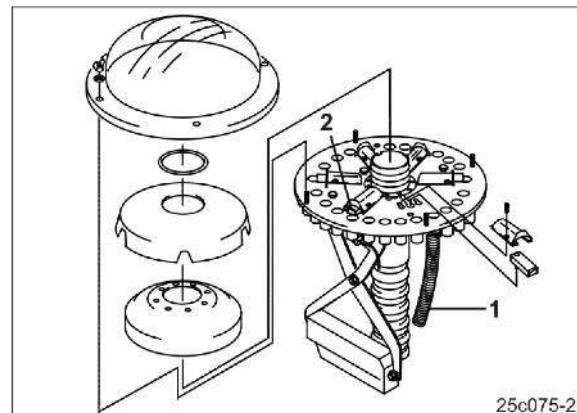

Рис. 123
- Семяпроводы (Рис. 123/1) сошников техноколеи должны быть закреплены на тех выпускных отверстиях, которые могут закрываться при помощи заслонок (Рис. 123/2).
Для создания двух колей в распределительной головке может закрываться следующее количество заслонок на одну колею (Рис. 123/2):
- Неиспользуемые заслонки (Рис. 123/2) деактивизируйте.